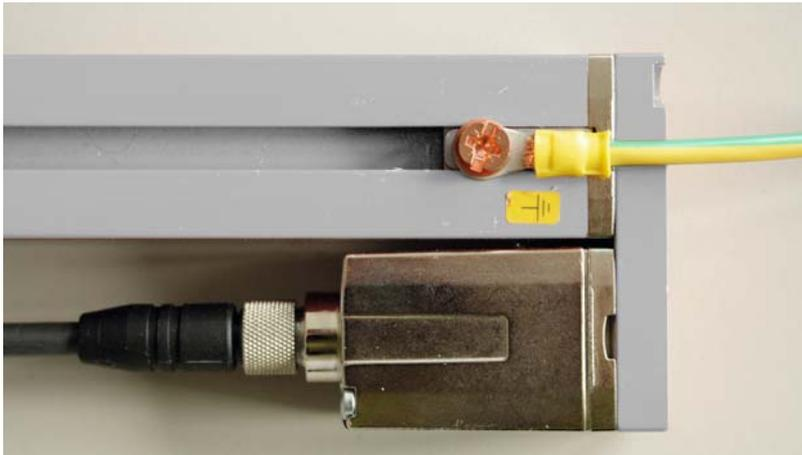

Bild 7.1: Auflegen des Erdpotentials am Lichtvorhang
- ↪ Verbinden Sie Sender- und Empfängergehäuse des Lichtvorhangs mit dem Schutzleiter am FE-Maschinensternpunkt über die PE-Schraube am Erdungsnutenstein (siehe Bild 7.1).